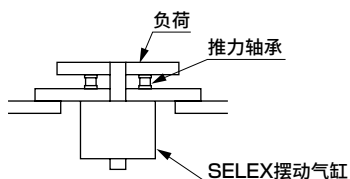

图1
- 叶片轴的轴向负荷(推力负荷)会导致动作不良，因此请勿施加轴向负荷。如果无法避免这种情况，请如图1所示采取使用推力轴承的结构。